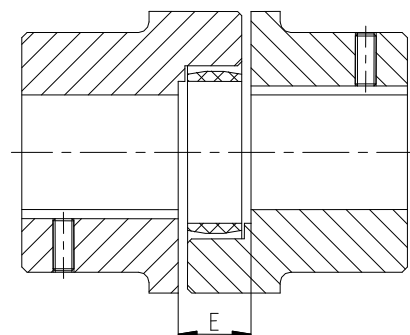

Рис. 11: Монтаж муфты
- Переместите агрегаты в осевом направлении так, чтобы выдержать размер «Е» (см. рис. 11).